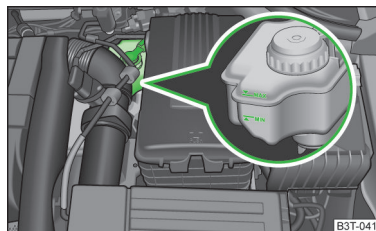

Fig. 170
- Verificați nivelul lichidului de frână pe recipientul acestuia » fig. 170.